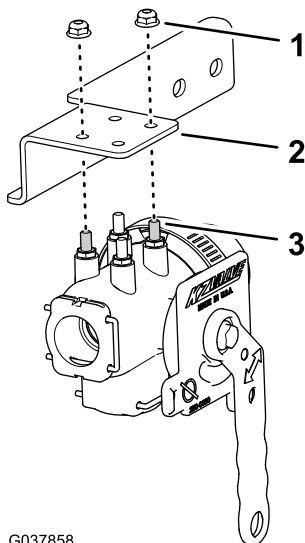

Figure 61
1. Mettez les goujons de la vanne de coupure du mélangeur en face des trous du support de la vanne de coupure (Figure 61).
2. Fixez la vanne sur le support (Figure 61) à l'aide des 2 contre-écrous à embase (1/4 po) et serrez les contre-écrous à un couple de 52 à 67 N m.